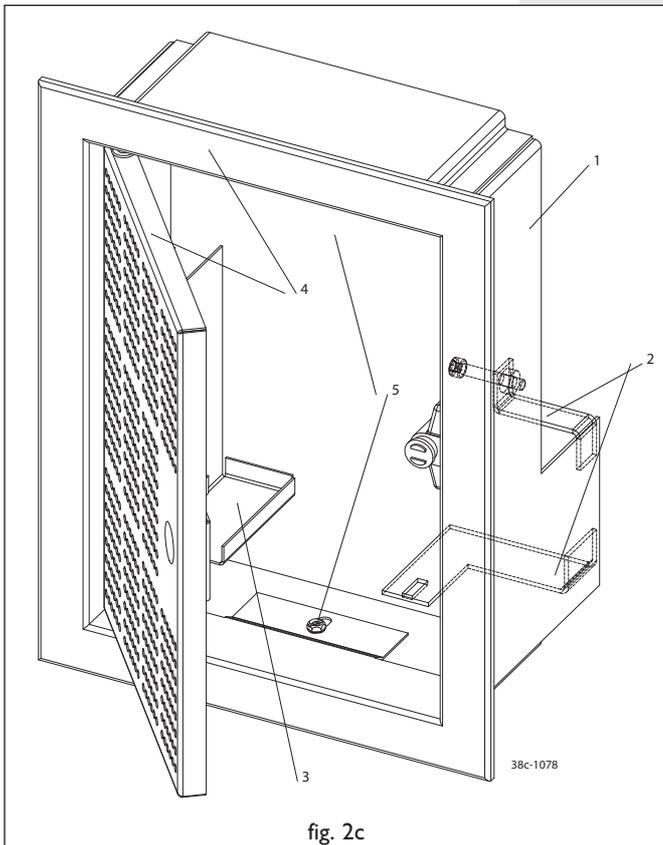

fig. 2c
**Pannello di comando (fig. 2c)**